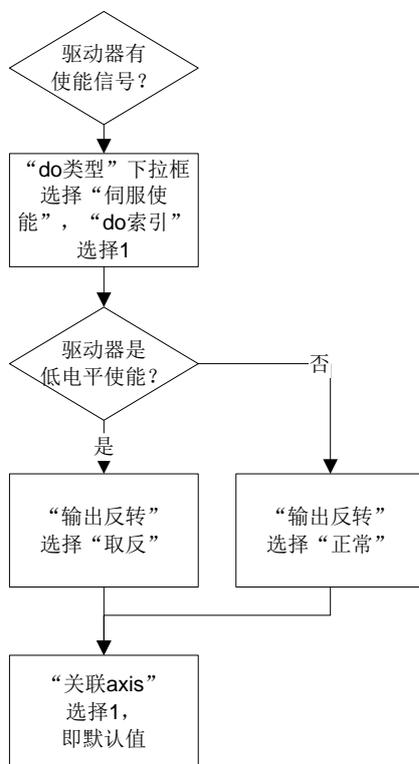

图 4-21 开环模式下 do 配置流程
- (4) 切换至'di'页。调用 `GT_GetDi` 指令读取某一个输入开关的值时，0 表示输入低电平，1 表示输入高电平，一般情况下按默认值配置即可。
- (5) 切换至'do'页。开环模式下 do 配置流程如图 4-21 所示。